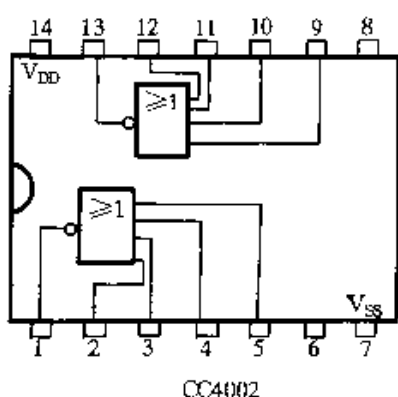

图 2-376
④ 图 2-376 所示为双 4 输入端或非门电路 CC4002 引脚功能图。CC4002 内含两个独立的具有 4 个输入端的或非门。